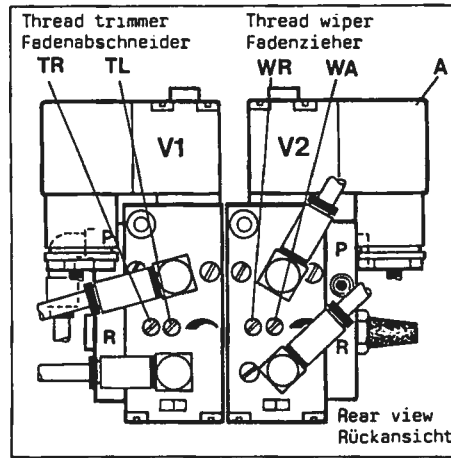
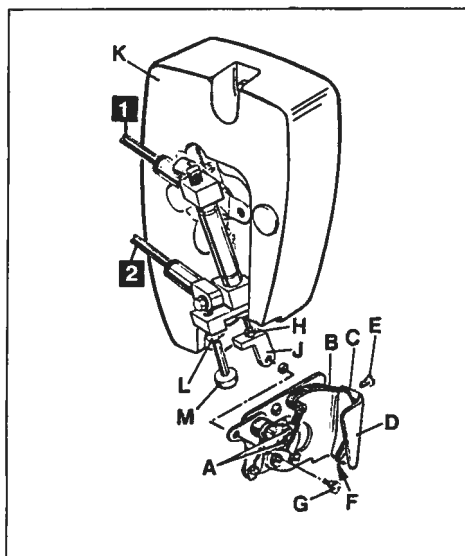
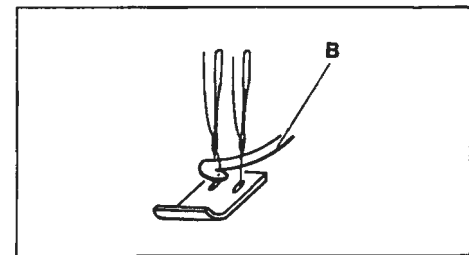
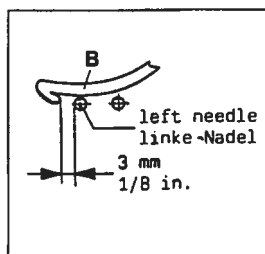

Fig.51
Fig.52
Fig.54
Fig.55
6.1 Keep power and air supply of thread wiper disconnected by loosening the securing screw and pulling-out plug (A, Fig. 51) on valve (V2) and by disconnecting the PA-tubes (1 and 2, Fig. 52) on the air cylinder of the wiper.
When the hook (B, Fig. 54) returns from left to right it must catch the needle threads and draw them to leaf spring (C, Fig. 52) for clamping.
For adjustment loosen screws (A, Fig. 52), set as required and retighten screws.
6.2 The wiper hook (B, Fig. 52) and leaf spring (C) for clamping the needle threads should be approximately flush at point (F) when the hook (B) is in its right end position.
After loosening screw (E, Fig. 52) set the lower end of leaf spring flush to the lower edge of bracket (D) at point (F). Retighten screw (E).
For adjustment of hook (B, Fig. 52) loosen screw (G) and nut (H) and screw stop (J) in or out as required. Retighten nut (H) and reconnect wiper with screw (G).
6.1 Trennen Sie den Fadenzieher von der Strom- und Luftzufuhr durch Lösen der Sicherungsschraube und herausziehen des Steckers (A, Fig. 51) am Ventil (V2) und durch Lösen der PA-Schläuche (1 und 2, Fig. 52) am Luftzylinder des Fadenziehers.
Wenn der Haken (B, Fig. 54) von links nach rechts zurück schwenkt muß er die Nadelfäden mitnehmen und zum Festklemmen zur Blattfeder (C, Fig. 52) ziehen.
Zur Einstellung lösen Sie die Schrauben (A, Fig. 52), stellen entsprechend ein und ziehen die Schrauben wieder an.
6.2 Der Haken für Fadenzieher (B, Fig. 52) und die Blattfeder (C) zum Klemmen der Nadelfäden müssen in der rechten Endstellung des Hakens (B) im Punkt (F) in etwa bündig sein.
Stellen Sie nach Lösen der Schraube (E, Fig. 52) das untere Ende der Blattfeder (C) bündig zur unteren Kante des Halters (D) bei Punkt (F). Ziehen Sie die Schraube (E) wieder an.
Zur Einstellung des Hakens (B, Fig. 52) lösen Sie die Schraube (G) und die Mutter (H) und schrauben den Anschlag (J), nach Bedarf ein oder aus. Ziehen Sie die Mutter (H) wieder an und verbinden Sie den Fadenzieher wieder mit der Schraube (G).
6.2 Stop screw (M, Fig. 52) limits the motion of the wiper hook to the left. Loosen nut (L) and set the stop screw (M) so that stop (J) strikes against it when the wiper hook (B, Fig. 55) is 3 mm (1/8 in.) left of the left needle. Retighten nut (L, Fig. 52).
HINT: For disassembling head cover (K, Fig. 52) remove screw (G), the two head cover fastening screws and disconnect PA-tubes (1 and 2).
The speed for the movement of the thread trimmer mechanism to the left for cutting is regulated with screw (TL, Fig. 51) and the speed for the movement to the right in home position is regulated with screw (TR) on valve (V1).
The speed for the movement of the wiper hook to the left is regulated with screw (WL, Fig. 51) and the movement to the right in home position is regulated with screw (WR) on valve (V2).
6.2 Die Anschlagsschraube (M, Fig. 52) begrenzt den Weg des Hakens für Fadenzieher nach links. Lösen Sie die Mutter (L) und stellen Sie die Anschlagsschraube (M) so, daß der Anschlag (J) an ihr anschlägt, wenn der Haken für Fadenzieher (B, Fig. 55) 3 mm links der linken Nadel steht. Ziehen Sie die Mutter (L, Fig. 52) wieder an.
HINWEIS: Entfernen Sie zum Abnehmen des Kopfdeckels (K, Fig. 52), die Schraube (G) sowie die beiden Kopfdeckel-Befestigungsschrauben und lösen Sie die PA-Schläuche (1 und 2).
Die Geschwindigkeit für die Bewegung des Fadenabschneidermechanismus nach links zum Schneiden wird mit der Schraube (TL, Fig. 51) und für die Bewegung nach rechts in die Ruhestellung mit der Schraube (TR) am Ventil (V1) reguliert.
Die Geschwindigkeit für die Bewegung des Hakens für Fadenzieher nach links wird mit der Schraube (WL, Fig. 51) und für die Bewegung nach rechts in die Ruhestellung mit der Schraube (WR) am Ventil (V2) reguliert.